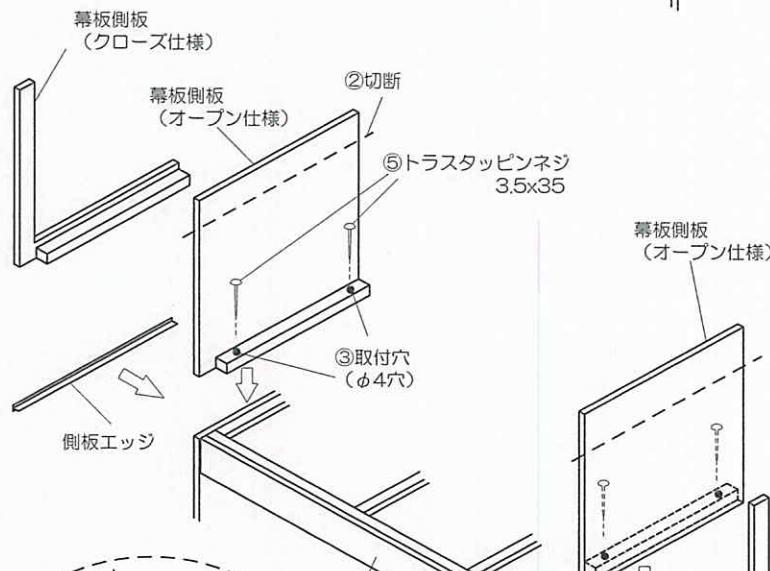

図5
②幕板側板の高さ調整（図5）
③幕板側板の取付穴の加工（図5）
④側板エッジの取り付け（図5、6）
⑤幕板側板の取り付け（図5）